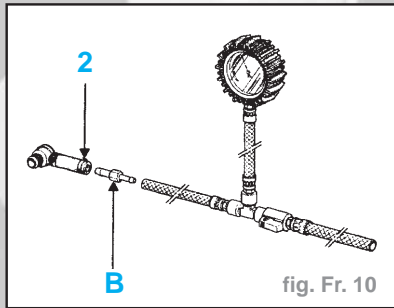

fig. Fr. 10
- Assembler les tuyaux avec le "T" de raccordement, le manomètre à dépression et l'ensemble (1) (utiliser le raccord B de la valise **Mot. 1311-01** ainsi qu'un collier à vis tangente (2) (fig. Fr. 10).